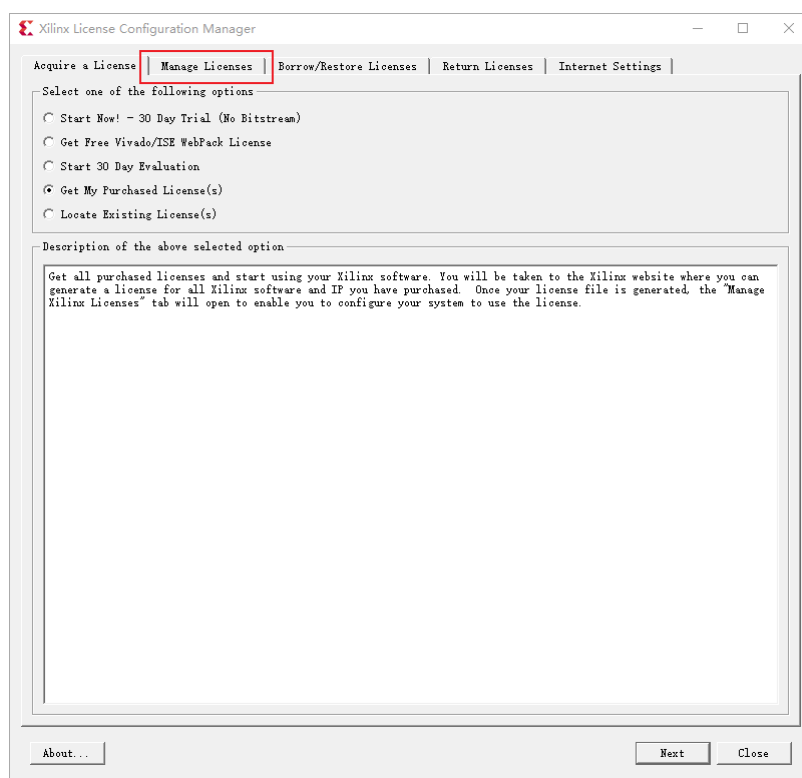

图 1-19 注册对话框页面
1) 在注册页面中选择“Manage Licenses”选项卡，如图 1-19 所示。